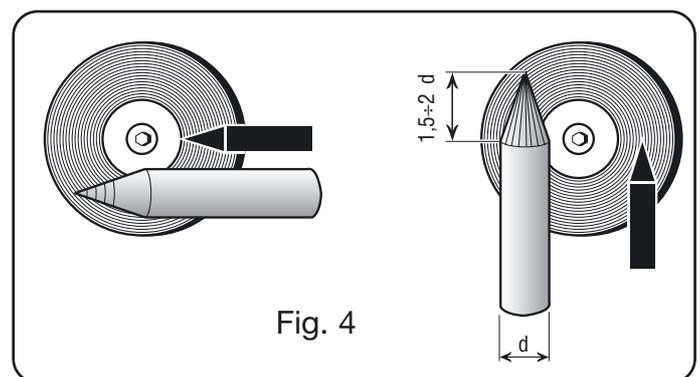

Fig. 4
Es necesaria una particular atención en la preparación de la punta del electrodo. Esmerilarla de forma que presente una estría vertical como se indica en la fig.4.
- Esmerilar la extremidad del electrodo de tungsteno de forma cónica con una longitud de 1,5 - 2 veces el diámetro del electrodo. (fig. 4)